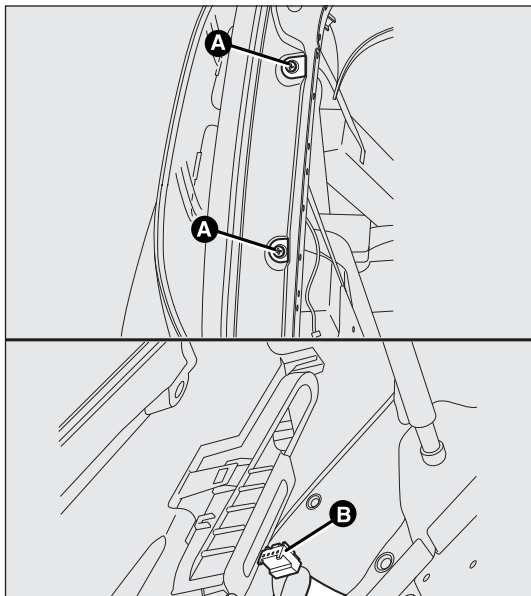

fig. 169
Los grupos ópticos traseros contienen las lámparas de las luces de posición (con led), de freno y los intermitentes. La disposición de las lámparas del grupo óptico fig. 169 es la siguiente:
- ❑ afloje los tornillos de fijación A-fig. 169;